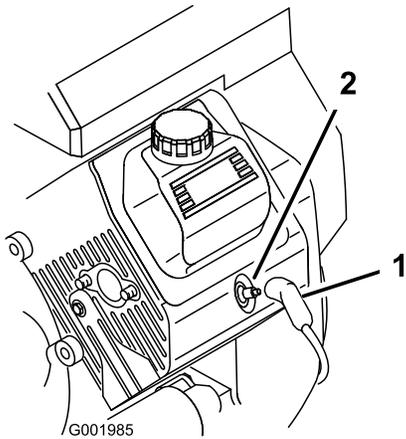

Figura 53
3. Staccate il cappello dalle candele (Figura 53).
3. Collegate i cappellotti alle candele (Figura 53).